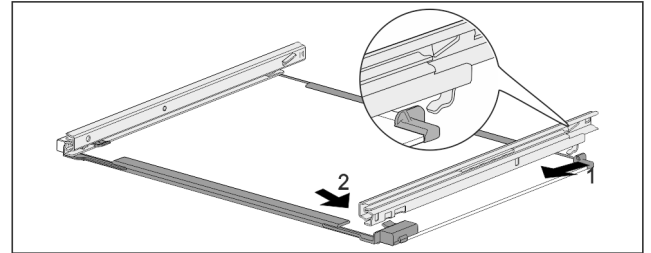

Fig. 181 Placa de vidrio con guías
- ▶ Enganche la guía por detrás. Fig. 181 (1)
- ▶ Encastre la guía por delante. Fig. 181 (2)